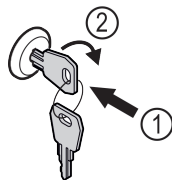

Fig. 103
- ▶ Πιέστε μέσα το κλειδί Fig. 103 (1).
- ▶ Περιστρέψτε το κλειδί 90° δεξιόστροφα Fig. 103 (2).